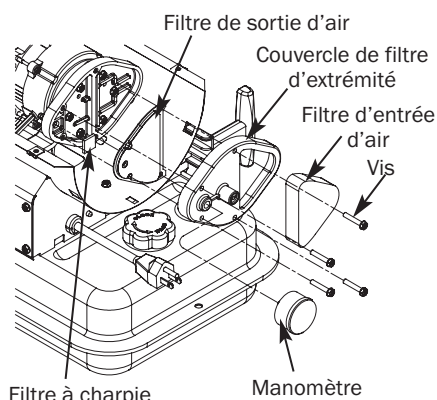

Figure 10 – Filtre
- Enlever l'enveloppe supérieure et la protection du ventilateur (voir le filtre d'entrée d'air à la Figure 10).